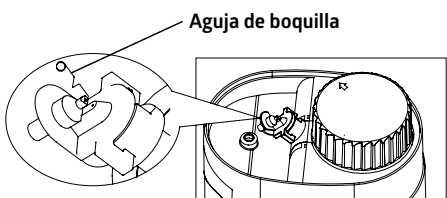

Figura 1
7. Si no se genera vapor desde el depósito del calentador o no se succiona agua desde el depósito de suministro, apague la unidad y desenchúfela de la red eléctrica. A continuación, utilice con cuidado la aguja de boquilla incluida para introducirla en las boquillas del depósito del calentador y/o el depósito de suministro y atraviéselas como se muestra en la figura 1. Utilice exclusivamente la aguja incluida y no otras para evitar dañar la unidad.